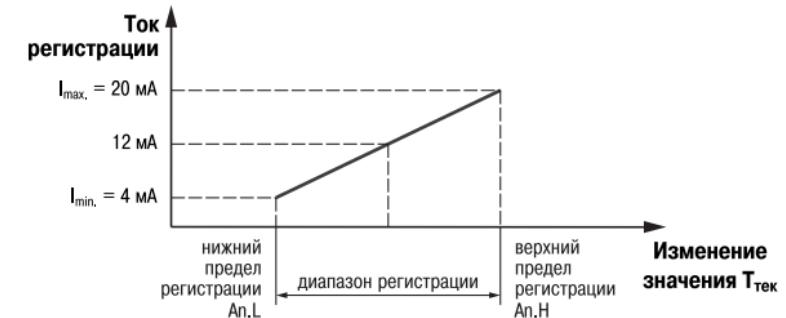

Рис. 10
3.1.5.2.2. При работе в **режиме регистратора** (**dAC = Pv**). ЛУ сравнивает входную величину с заданными значениями и выдает на соответствующее выходное устройство аналоговый сигнал в виде тока 4...20 mA, который можно подавать на самописец или другое регистрирующее устройство. Принцип формирования тока регистрации показан на **рис.10**.